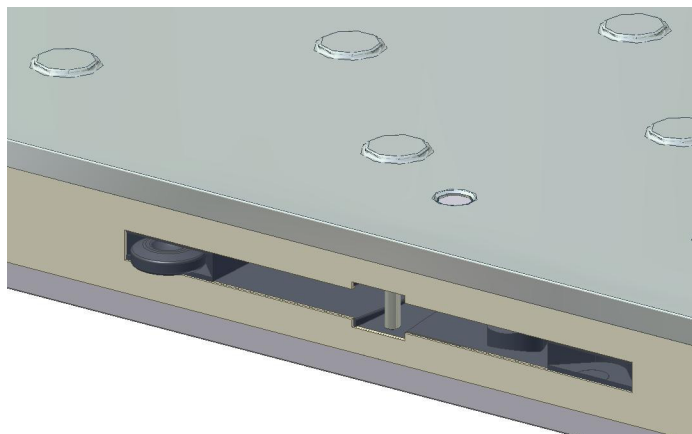

Fig. 1
- Antes de ser montado qualquer painel, deve ser colocada uma bolacha de alinhamento nos fechos. Estas bolachas têm como função permitir um correcto alinhamento dos fechos. Deve ser colocada apenas uma em cada par de fechos (Fig. 1)